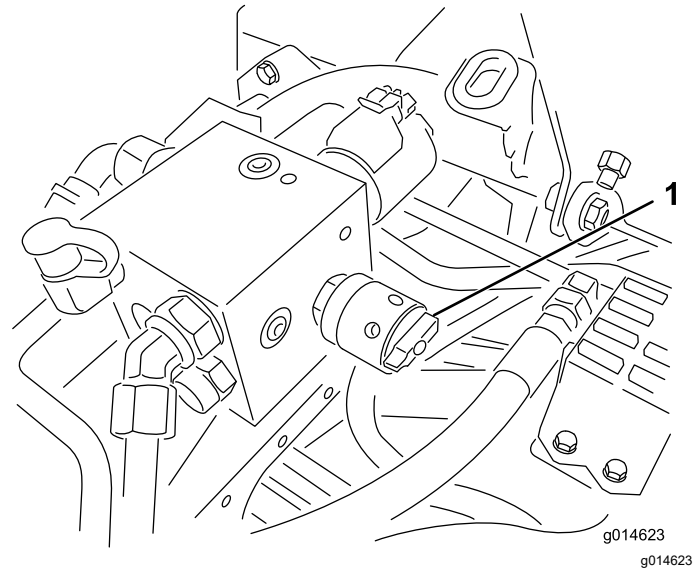

Figura 60
6. Girate il comando di velocità dei cilindri in posizione 1 (Figura 60).
4. Regolate la velocità dei cilindri ruotando la manopola (Figura 60) fino a quando le frecce degli indicatori non sono allineate con il numero determinato al passaggio 3.